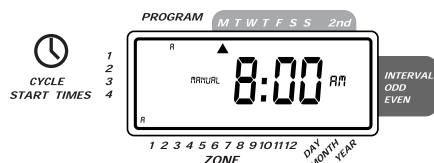

図10: プログラムAまたはBのみの半自動散水スケジュール
■プログラムAで設定された散水ゾーンへの散水のみを行う場合は、MANUALボタンを押し、その後にNEXTボタンを押しディスプレイ左上にAだけを表示させ、ENTERボタンを押してください。プログラムAで設定された散水ゾーンのみ散水が行われます。(図10参照)